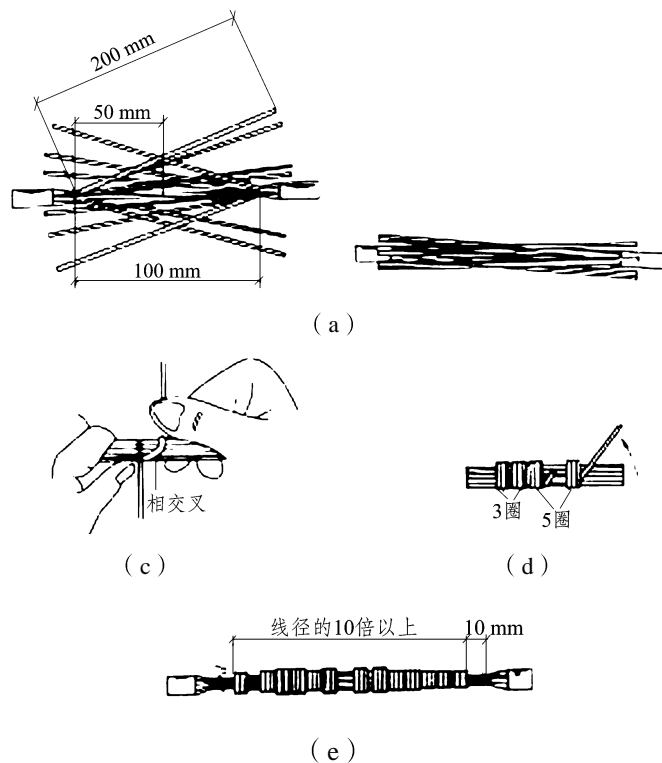

图 1-3-9 多股铜芯导线直接连接
(8) 多股铜芯导线直接连接如图 1-3-9 所示。
- ① 将剖去绝缘层的芯线拉直，分散成伞骨状，把两伞骨状线头隔股对叉，如图 1-3-9(a)、(b) 所示。
- ② 把导线一端的一股芯线折起并垂直于芯线，按顺时针方向紧贴并缠 3 圈，再剪去或折成与芯线平行的直角，继续缠紧第二股芯线 3 圈，但在后一股芯线折起时，应把折起的芯线紧贴前一股芯线已弯成直角的根部，如图 1-3-9(c) 所示。
- ③ 从第三股芯线开始紧缠 5 圈，紧缠完最后一股芯线，剪去芯线多余的端头，如图 1-3-9(d) 所示。
- ④ 用同样的方法连接导线另一端，连接好后如图 1-3-9(e) 所示。